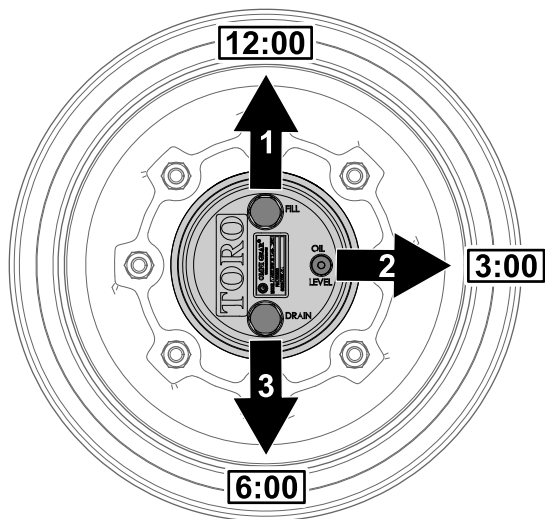

Bild 99
1. Parken Sie die Maschine auf einer ebenen Fläche und positionieren Sie das Rad so, dass die Füllschraube auf 12 Uhr, die Prüfschraube auf 3 Uhr und die Ablassschraube auf 6 Uhr steht (Bild 99).
2. Entfernen Sie die Prüfschraube, die auf 3 Uhr steht (Bild 99).
1. Parken Sie die Maschine auf einer ebenen Fläche und positionieren Sie das Rad so, dass die Füllschraube auf 12 Uhr, die Prüfschraube auf 3 Uhr und die Ablassschraube auf 6 Uhr steht, siehe Bild 99 in Prüfen des Ölstands im Planetengetriebe (Seite 71).